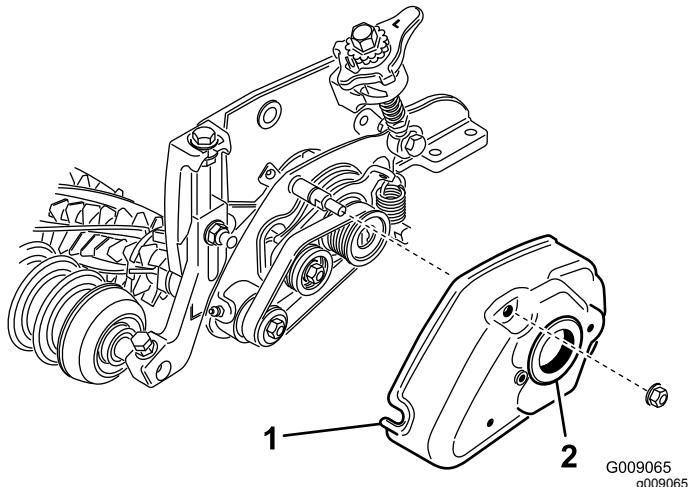

Рисунок 22
7. Установите крышку универсальной механической щетки и закрепите 2 фланцевыми гайками (5/16 дюйма) (Рисунок 22).
8. Нанесите консистентную смазку на внутренний диаметр втулки в крышке щетки (Рисунок 22).